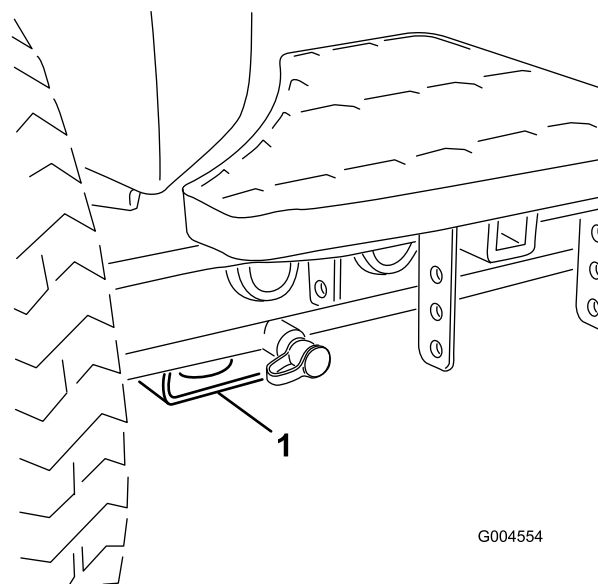

Bild 23
- Vorne: Rechteck unter dem Achsenrohr in jedem Vorderreifen (Bild 23).